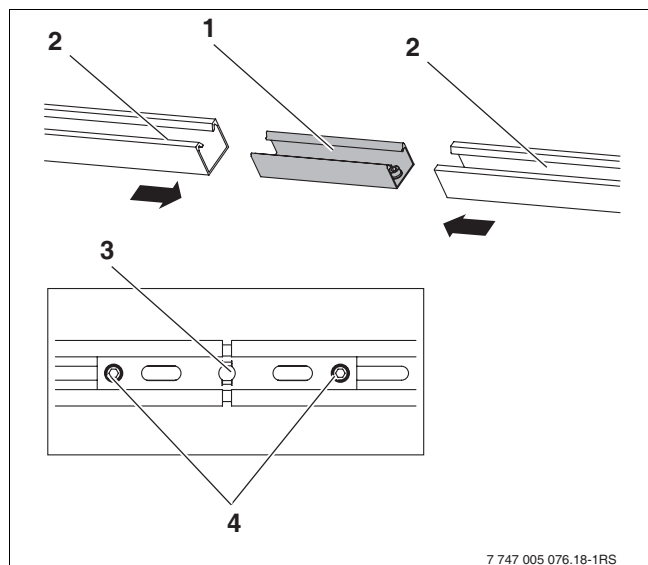

Fig. 47 Fijar el perfil de cubierta plana/tejado inclinado al perfil del captador
- Empujar el conector (Fig. 47, (1)) hasta el tope en ambos perfiles (2).
- Para inmovilizarlos, apretar los dos tornillos prisioneros M10 (Fig. 47, (4)) premontados en el conector con una llave SW5.
- Atornillar los perfiles a través del agujero (Fig. 47, (3)) del conector al perfil central del captador.